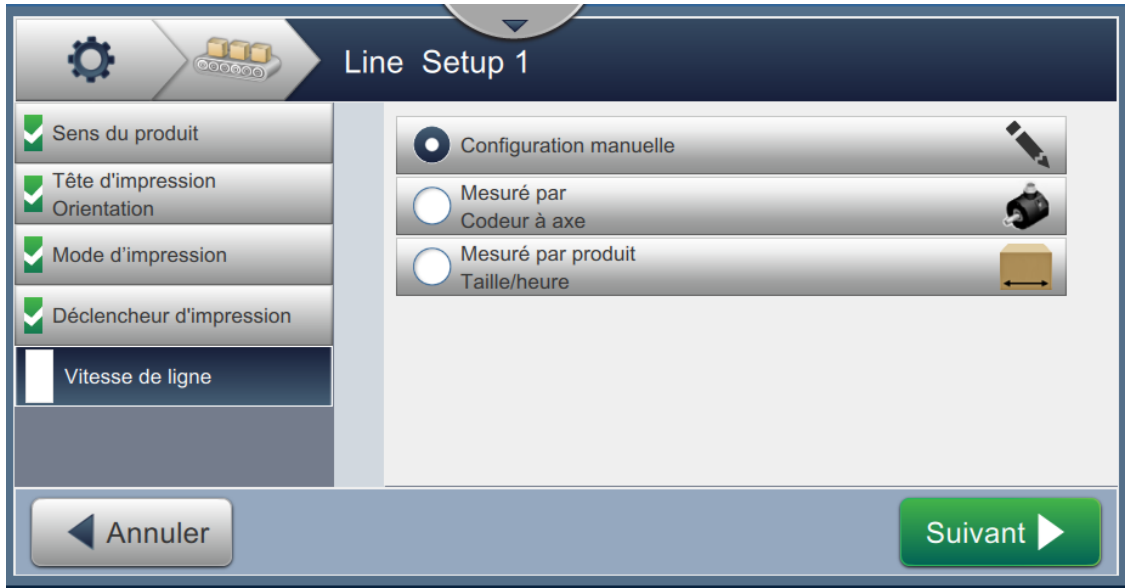

Figure 6-36 : Vitesse de ligne - Paramètres Mesuré par produit Taille/heure
2. Modifiez les paramètres nécessaires dans l'écran Paramètres comme illustré dans Figure 6-36.